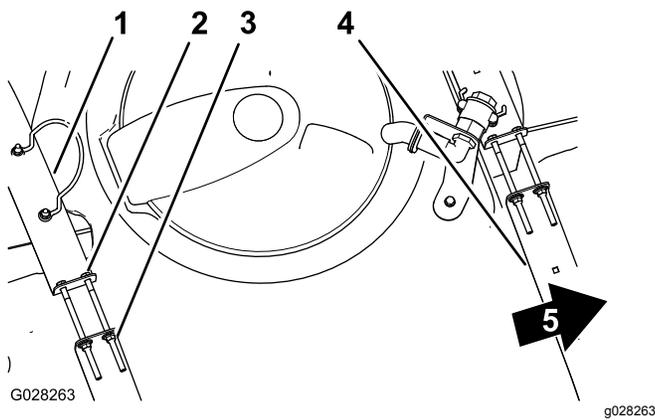

Рисунок 68
2. Убедитесь в отсутствии люфта между хомутами и баком (Рисунок 68).
3. Если хомуты вокруг бака ослаблены, затяните фланцевые контргайки и болты в верхней части хомутов заподлицо с поверхностью бака (Рисунок 68).